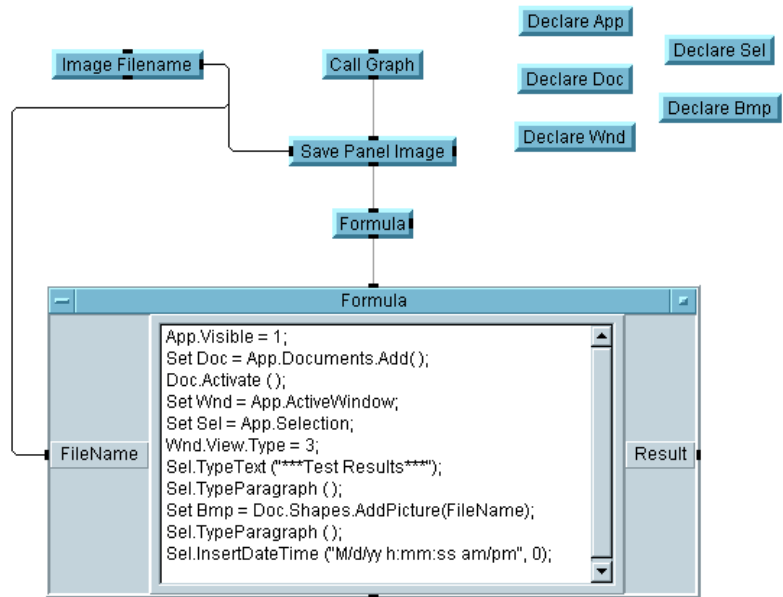

図 6-16. ActiveX ステートメントの追加
7. [Device] ⇒ [Formula] をクリックし、図 6-16 のステートメントを入力します。このステートメントについても下で説明します。入力端子 A の名前を FileName に変更します。データ入力ピンとシーケンス入力ピンを図 6-16 のように接続します。
図 6-16 では、Object のドット表記を使用すると、プロパティとメソッドの呼出しを一緒にネストできることに注目してください。ターゲット・アプリケーション内の適切なプロパティを検索する場合は、ActiveX のマニュアルを参照してください。この章で説明しているプロパティとメソッドを使用すると、テストと計測のレポートを生成できます。Formula オブジェクトでの設定項目は次のとおりです。